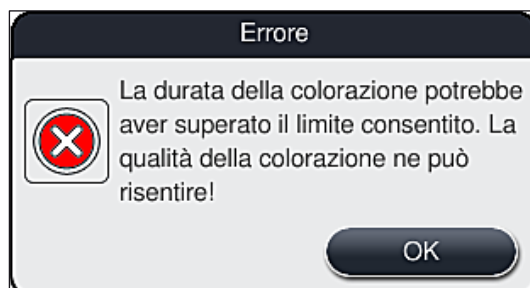

Fig. 105
1. Dopo aver confermato il messaggio informativo, l'utente viene informato che probabilmente è stato superato il tempo di colorazione, ovvero che i singoli portavetrini sono già rimasti per troppo tempo nel reagente, in determinate condizioni o in una stazione critica, compromettendo la qualità di colorazione. Confermare il messaggio informativo (→ "Fig. 105") premendo il tasto **OK** per ripristinare.